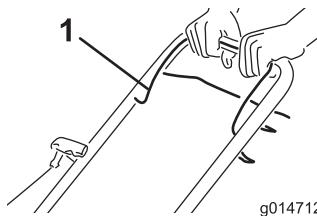

Figure 14
- Maintenez la barre de commande de la lame (Figure 14) contre le guidon.